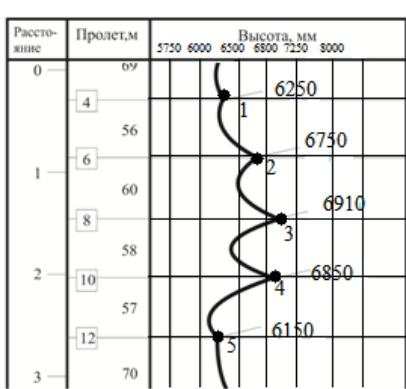

Рисунок 1
3. Вагоном лабораторией было выявлено нарушение положения контактного провода, о чем свидетельствует рисунок 1. Определить в каких точках наблюдалось данное нарушение.